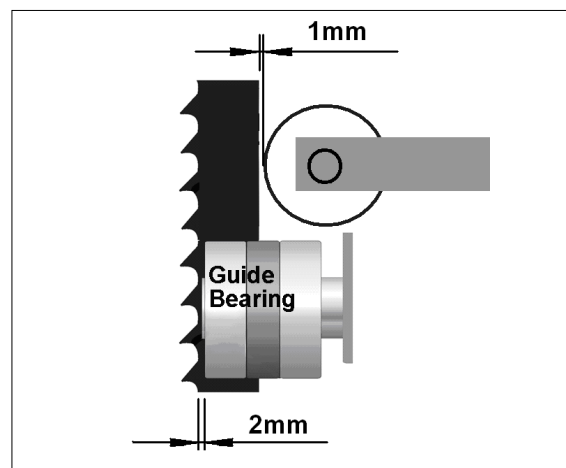

Fig 41
Positionnez l'ensemble du guide vers l'avant/l'arrière afin que les dents restent à une distance d'environ 2mm des rouleaux du guide (Fig 41).
Régalez le rouleau de guide arrière afin que la distance vers la lame de la scie soit de 1mm (Fig 41).
Réglez le rouleau de guide arrière avec la vis de réglage (P) afin que la distance vers la lame de la scie soit de 1mm (Fig 41).